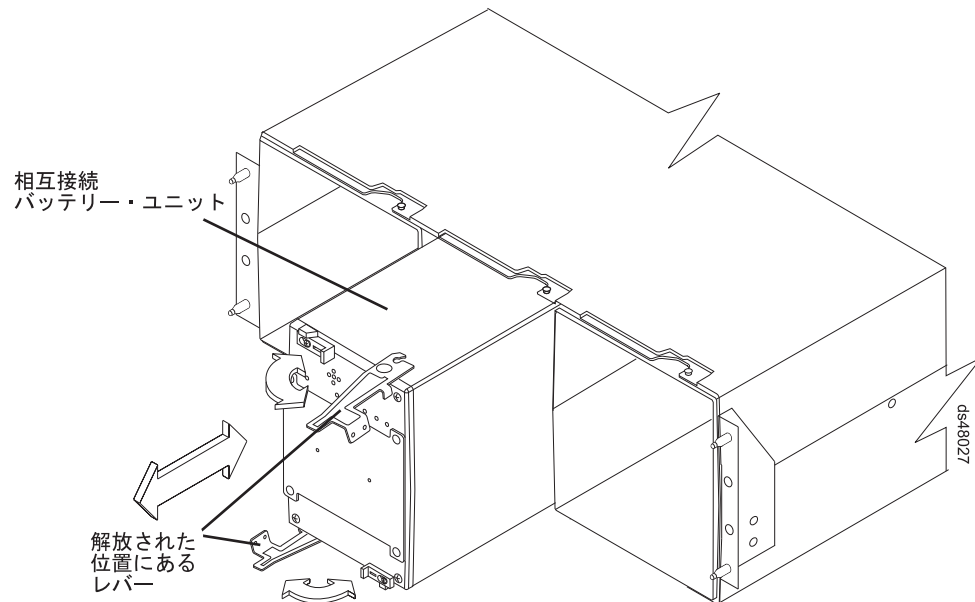

図 18. 相互接続バッテリー・ユニットの取り外し
4. 相互接続バッテリー・ユニットを取り外します。図 18 に、相互接続バッテリー・ユニットと相互接続バッテリー・ユニットのレバーを示します。